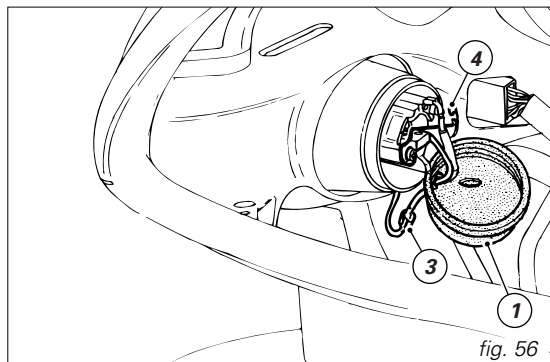

fig. 56
Luz de carretera lado izquierdo (fig. 56), desconectar el borne (3) del cable blanco de la bombilla del cableado delantero, desconectar la protección de goma (1) del cuerpo faro y quitar el cable bombilla.
Enganchar la extremidad del mecanismo (4, fig. 56) a los soportes del cuerpo faro; empalmar los cables anteriormente desconectados y proceder con el montaje de la protección de goma (1, fig. 56).